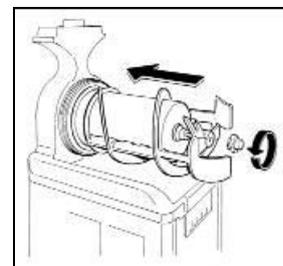

Abb. 14
- Alle Bauteile durch Festziehen des Befestigungsknopfs gegen den Uhrzeigersinn befestigen (Abb. 14).